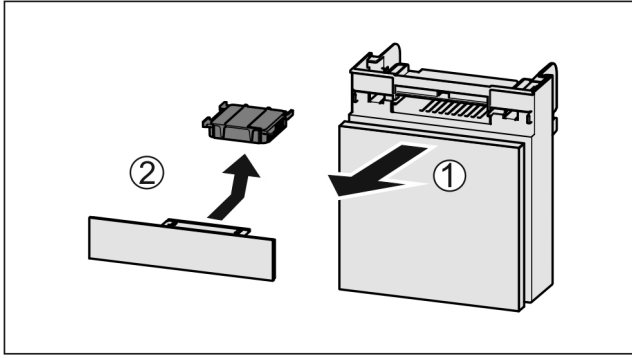

Fig. 57
- ▶ Потягніть Fig. 57 (1) відділення вперед.
- ▶ Витягнути Fig. 57 (2) фільтр з активованого вугілля.